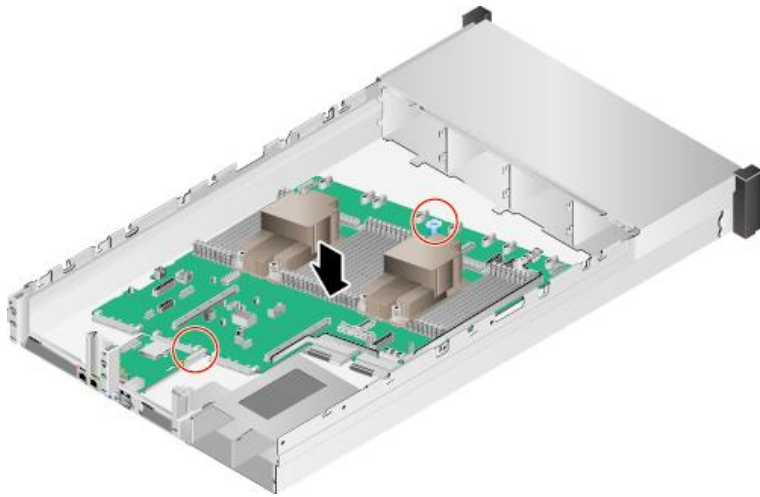

图 5-32 安装主板
3. 通过红圈内标出的主板提手将主板沿图示方向倾斜 $10^{\circ}\sim 15^{\circ}$ ，然后向下放入机箱，如图 5-32 所示。